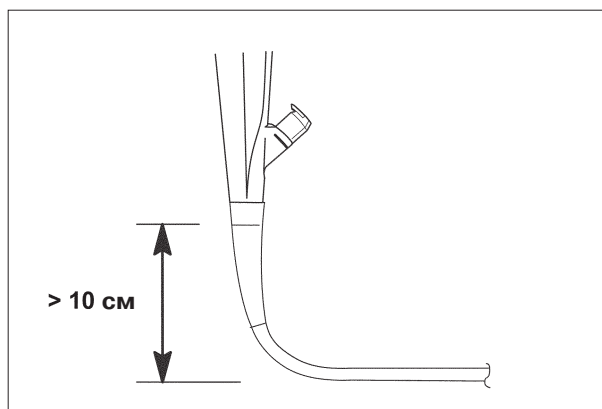

Рис. 4.2
- Не допускайте, чтобы радиус кривизны изгиба вводимой трубки вблизи защитного конуса был меньше 10 см. Это может привести к повреждению вводимой трубки (см. рис. 4.2).